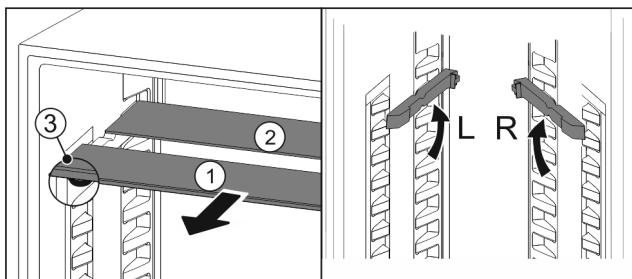

Fig. 34
- ▶ По одной извлеките Fig. 34 (1) стеклянные панели движением вперед.
- ▶ Стеклянная панель Fig. 34 (1) с декоративной планкой лежит спереди.
- ▶ Стопоры Fig. 34 (3) показывают вниз.